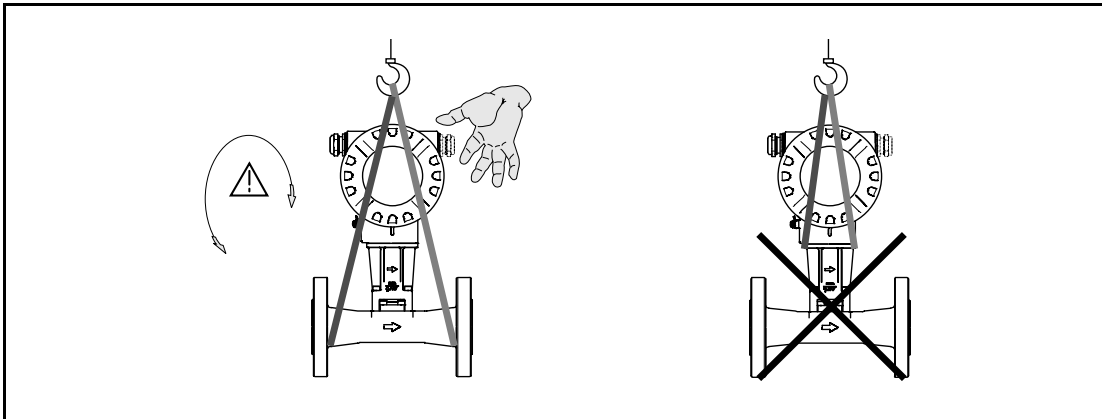

図 2
- 呼び径40～300Aの機器は変換機部、分離型の場合は端子ハウジング周辺を使って吊り下げないでください。吊り帯をプロセス接続部2箇所に掛けて吊るすようにしてください。（図2参照）